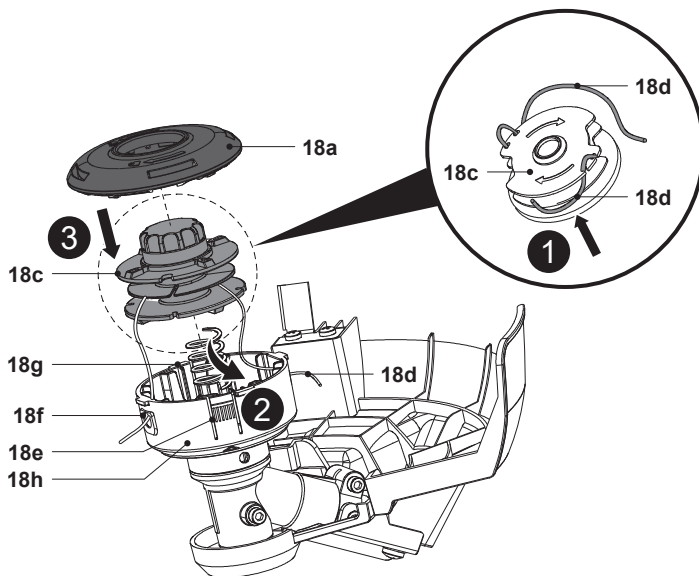

Fig. 27
9. Dégager le fil de coupe (18d) des encoches et le maintenir dans cette position. Éviter de séparer le fil de coupe (18d) de la bobine de coupe-bordures (18c) (Fig. 27, étape 1).
10. Faire passer l'extrémité du fil de coupe à travers l'œillet (18f) situé sur le carter (18h) (Fig. 27, étape 2).
12. Insérer la bobine de coupe-bordures (18c) dans le carter (18h) (Fig. 27, étape 3).